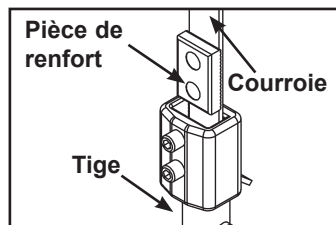

Figure 4A
- D. Vérifiez si la courroie et la pièce de renfort sont installées correctement, tel qu'illustré à la Figure 4A.